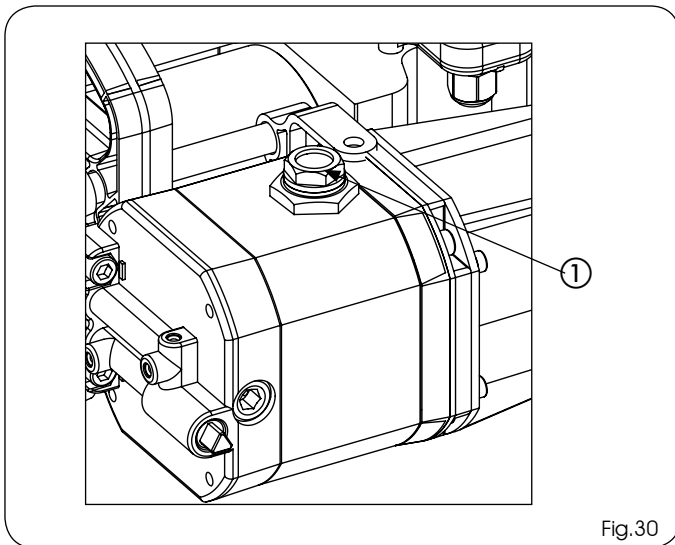

Fig.30
- 10) Reponga el nivel de aceite justo hasta debajo del tapón (Fig. 30 rif.①)